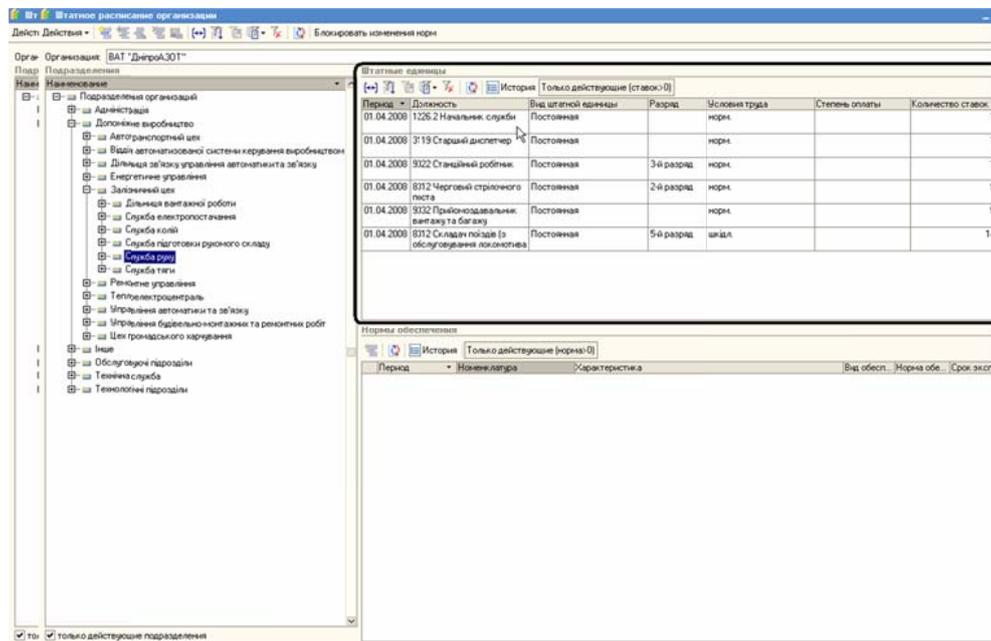

Рисунок 39 – Выбор штатной единицы в форме «Штатное расписание»
3. Выбрать штатную единицу, в табличном поле «Штатные единицы» (Рисунок 39).